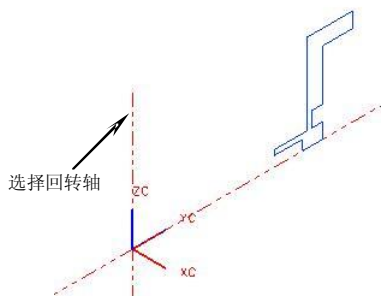
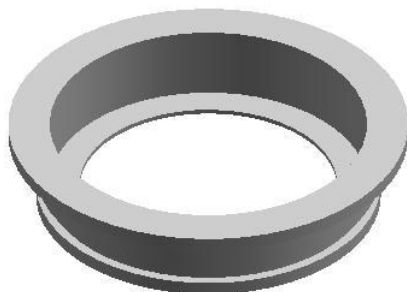

图5-51
图5-52
5. 选择前两步绘制的草图轮廓，在【成形特征】工具条中单击【回转】按钮，弹出【回转】对话框。在【结束】输入框中输入“360”，单击 **MB2**，然后选择图 5-51 所示的回转轴，最后单击 **确定** 按钮创建特征，结果如图 5-52 所示。